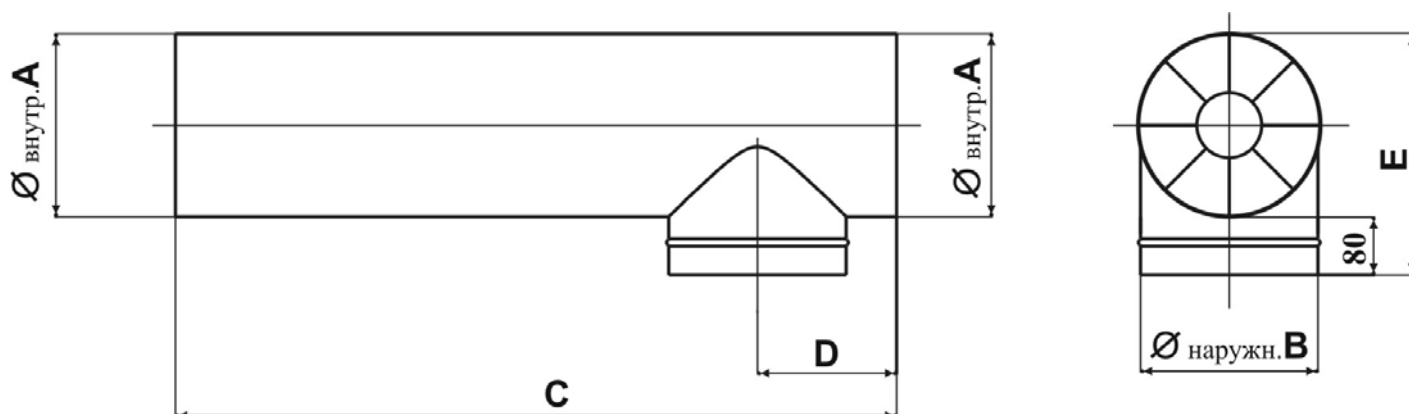

Рисунок 2.1
2.3. Габаритные и присоединительные размеры циклона ЦП-1000/2500 приведены на рис. 2.1 и в табл. 2.1.